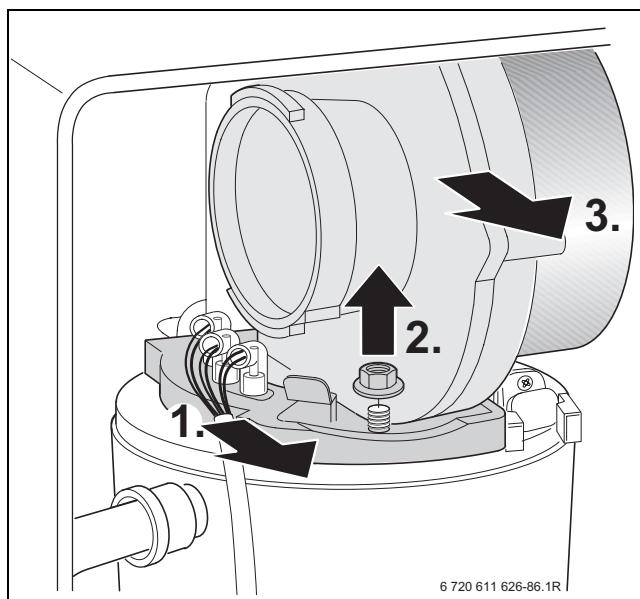

Fig. 55
- ▶ Estrarre il cavo degli elettrodi di accensione e di controllo (→ fig. 55).